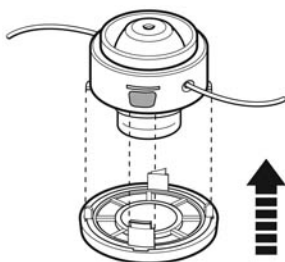

Fig. 35
- > Alinee las muescas de la cubierta con las de la cubierta del cabezal de corte. Luego presione la cubierta. (Fig. 35).